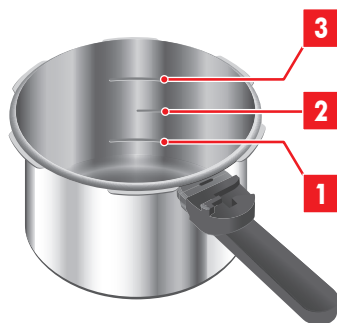

Fig. 9: Prestar atención al nivel de llenado
3. Llene al menos 1/3 de la olla con agua (véase fig. 9/1). En función de la receta, puede utilizar caldo como líquido de cocción.
5. Introduzca los alimentos en la olla. Preste atención a que la olla esté llena hasta 2/3 de su capacidad (véase fig. 9/3).
- La olla solo podrá llenarse hasta la mitad al utilizar alimentos que produzcan espuma o que ganen mucho volumen como, p. ej., arroz, verdura o legumbres secas. (véase fig. 9/2).